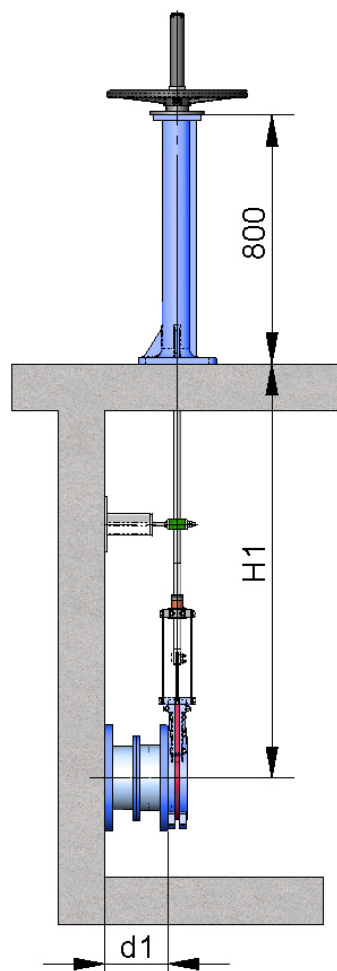

Fig. 11
- La colonne de manœuvre standard est de 800 mm de hauteur. (Fig. 11)